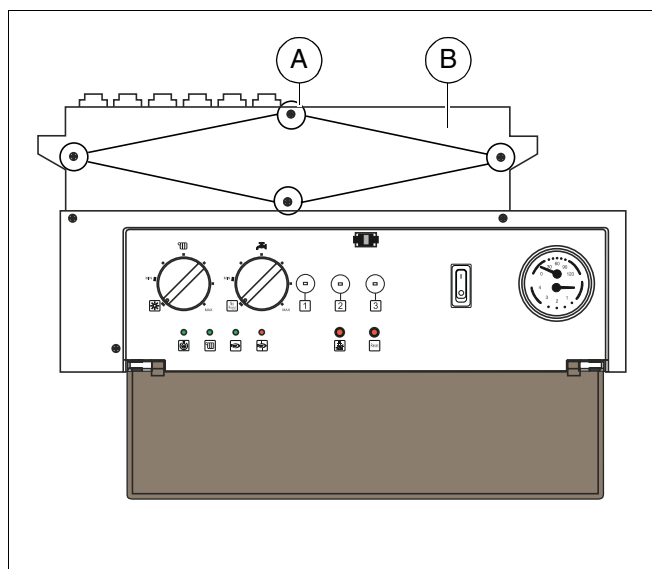

Fig. 37 Rendere accessibile la zona di collegamento
- Per rendere accessibile la zona di collegamento, allentare le quattro viti (fig. 37, **pos. A**) e rimuovere il rivestimento (fig. 37, **pos. B**).